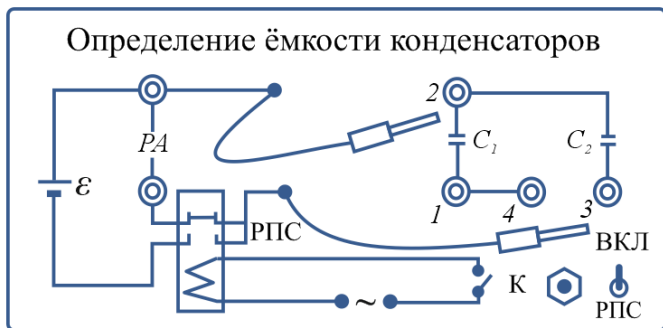

Рис.2. Лицевая панель установки
Электрическая схема лабораторного модуля изображена на его передней панели (**рис.2**).
1. С помощью гибких выводов на панели лабораторного модуля подсоединить конденсатор емкостью C_1 к гнездам 1 и 2 (**рис. 2**).